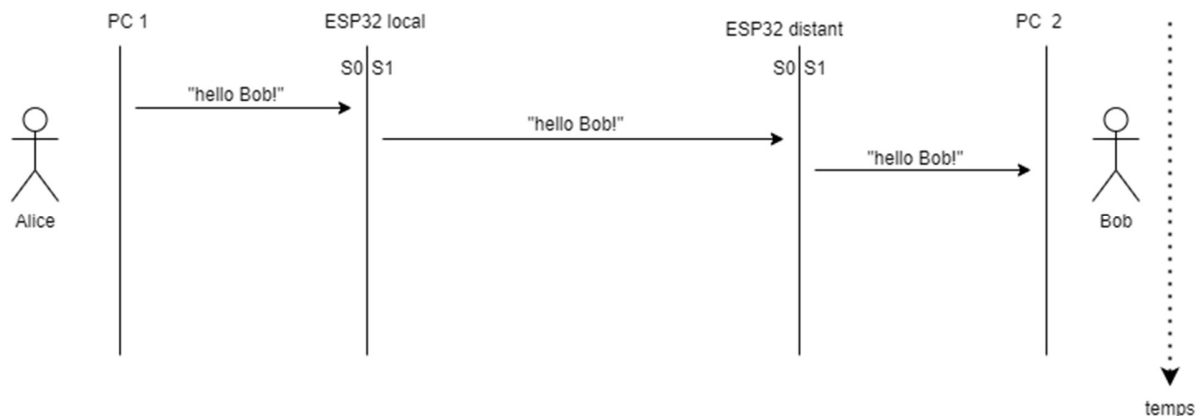

Figure 2 - Schéma de communication manipulation 1
Le développement à expérimenter est celui de l'envoi simple de messages entre deux (2) ESP32. La Figure 2 en présente un exemple schématisé de la communication, selon une ligne temporelle :